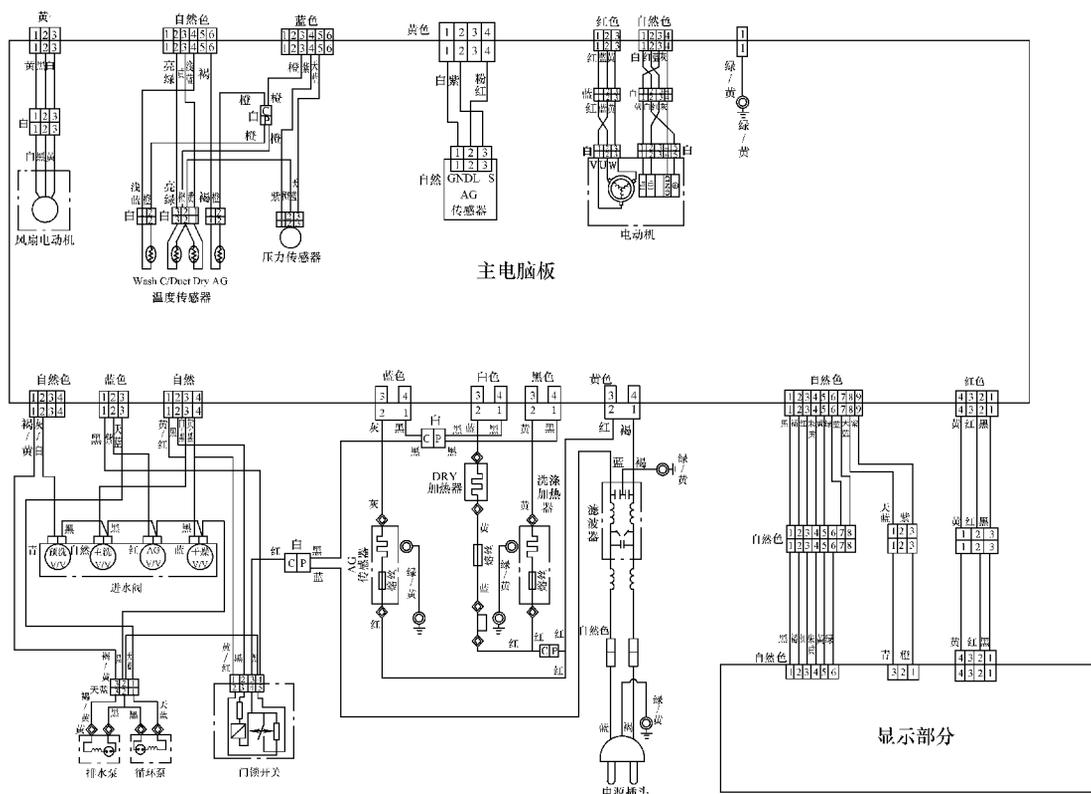

图 6-10 LG WD - A12355DS 型滚筒式洗衣机电路原理图
**【附注】**LG WD - A12355DS 型滚筒式洗衣机电路原理图如图 6-10 所示。